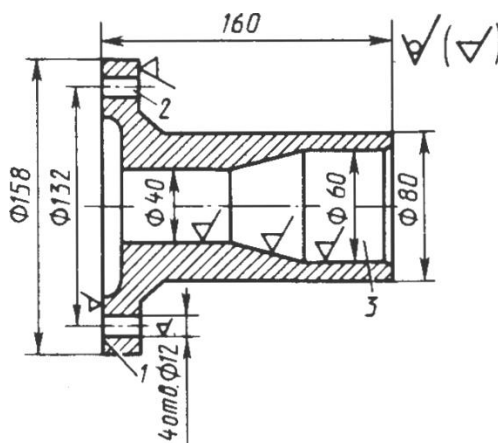

Рис. 15
2. По эскизу детали (рис. 15) разработайте эскизы элементов литейной формы, модельных плит, стержневого ящика и собранной литейной формы (в разрезе). Опишите последовательность изготовления формы одним из методов машинной формовки. Материал детали – чугун СЧ20.